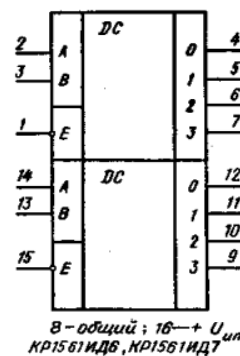

Рис. 5. Микросхемы типа ИД6 и ИД7
**Микросхемы КР1561ИД6, КР1561ИД7** содержат по два дешифратора двухразрядного двоичного кода (входы А и В) в информацию на четырех выходах (0...3). Вход Е является разрешающим дешифрацию. При высоком уровне на входе Е дешифрация запрещается и на всех выходах КР1561ИД6 устанавливается низкий уровень, а у КР1561ИД7 — высокий. При низком уровне на входе Е разрешается дешифрация, на одном из выходов КР1561ИД6 устанавливается высокий уровень (номер выхода определяется состоянием входов А и В), а на одном из выходов КР1561ИД7 устанавливается низкий уровень. Таким образом КР1561ИД6 дешифрирует входное число в прямом коде, а КР1561ИД7 — в инверсном. Условное обозначение этих ИС приведено на **рис. 5**.